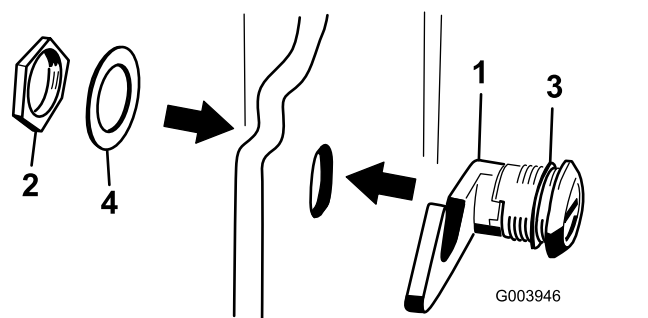

Figure 17
3. Retirez l'écrou du loquet du capot (Figure 17).